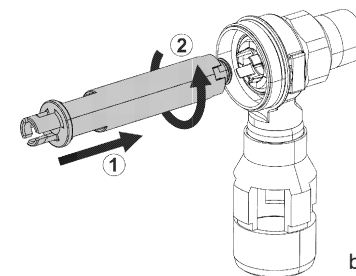

bild 4
- Med andra sidan av underhøllsverktyget, ta bort backventilen från huset. Før in verktyget igen och vrid RV moturs (bild 4).